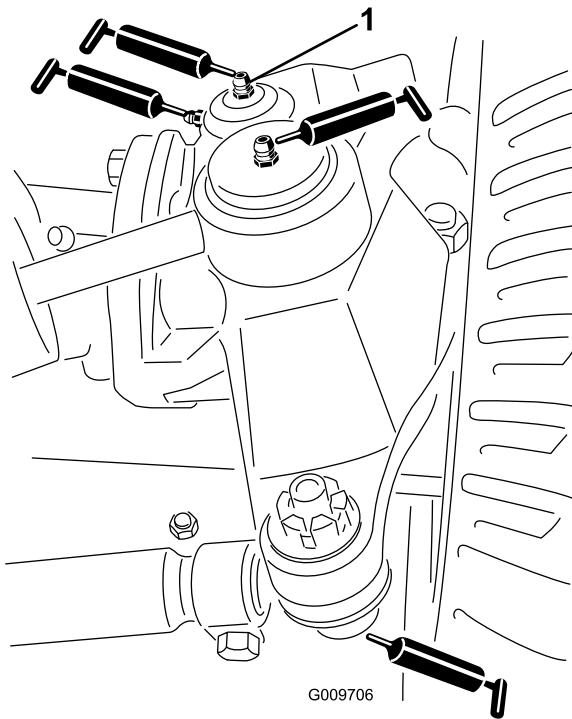

Figura 48
- Giunti sferici (2) del cilindro di sterzo (Figura 48)
- Giunti a sfera (2) del tirante (Figura 48)
- Boccole (2) sul perno del fuso a snodo (Figura 48). **Il raccordo superiore sul perno del fuso a snodo richiede soltanto una lubrificazione annuale (2 pompate).**